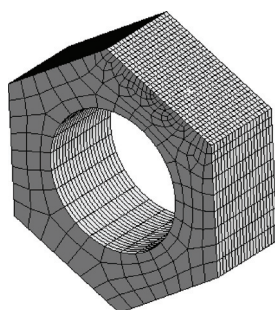

图 4-37 网格模型
10) 单击 Generate，生成的网格模型如图 4-37 所示。